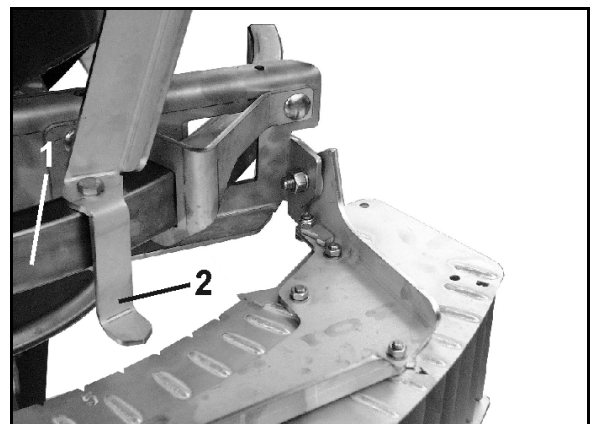

図 59
2. 表示器 (図 59/2) が散布表 () による設定値を指すまで、境界散布デフレクターをガイドブラケット (図 59/1) 上でずらします。